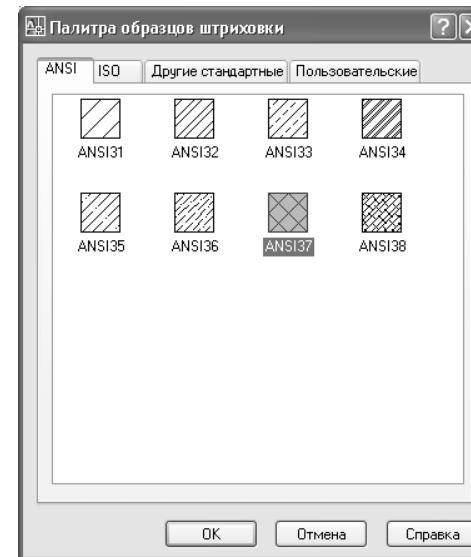

Рис. 9.2 ▼ Диалоговое окно
7. Щелкните на кнопке **Обзор** (Browse), расположенной справа от раскрывающегося списка **Образец** (Pattern). В открывшемся окне **Палитра образцов штриховки** (Hatch Pattern Palette) должна быть открыта вкладка **ANSI** с выбранным на ней узором **ANSI37** (рис. 9.2). Подробнее о работе с этим окном мы поговорим немного позднее, а пока что закройте его, щелкнув на кнопке **OK**.
Теперь давайте немного поговорим о штриховке вообще и о достигнутом результате в частности. Как видно из рис. 9.2, входящие в комплект поставки AutoCAD узоры штриховки лишь очень приблизительно соответствуют требованиям отечественных стандартов. В частности, узор **ANSI31** можно применять для обозначения металлов и твердых сплавов, узор **ANSI32** – для обозначения керамики и силикатных материалов для кладки, а узор **ANSI37** – для обозначения неметаллических материалов, в том числе волокнистых монолитных и плитных (прессованных), например ДСП, как в нашем случае. Также с некоторым приближением можно использовать узор **ANSI35**, который напоминает стандартный узор, используемый для обозначения бетона.
Теперь давайте рассмотрим методы, которые можно использовать для применения штриховки с целью обозначения различных материалов поверхностей. Строго говоря, эти методы ничем не отличаются от аналогичных методов, используемых для обозначения материалов в разрезах и сечениях. Однако, как уже отмечалось выше, в стандартном комплекте поставки AutoCAD отсутствуют многие узоры штриховки, определяемые отечественными стандартами. Такие узоры можно создать самостоятельно, после чего они появятся на вкладке **Пользовательские** (Custom) диалогового окна **Палитра образцов штриховки** (Hatch Pattern Palette) (см. рис. 9.2). Однако их создание (особенно в тех случаях, когда нужно обеспечить полное соответствие требованиям стандартов) – задача не из легких.